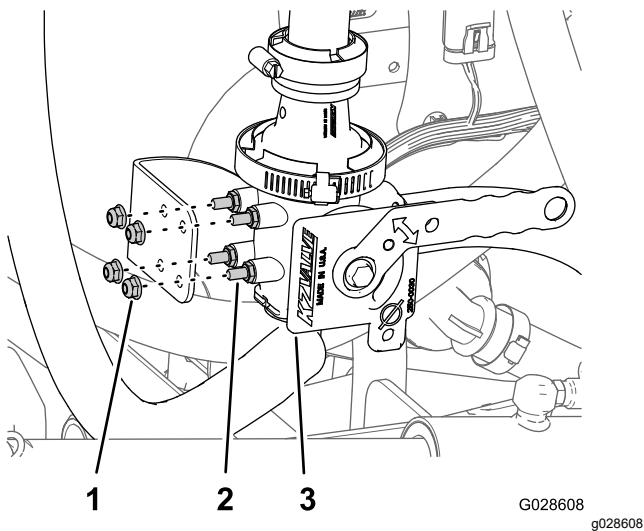

图 22
6. 将清洁加药器阀的螺栓与清洁加药器阀支架上的孔对齐并使用 4 个凸缘锁紧螺母 ¼ 英寸将阀固定到支架上 图 22。